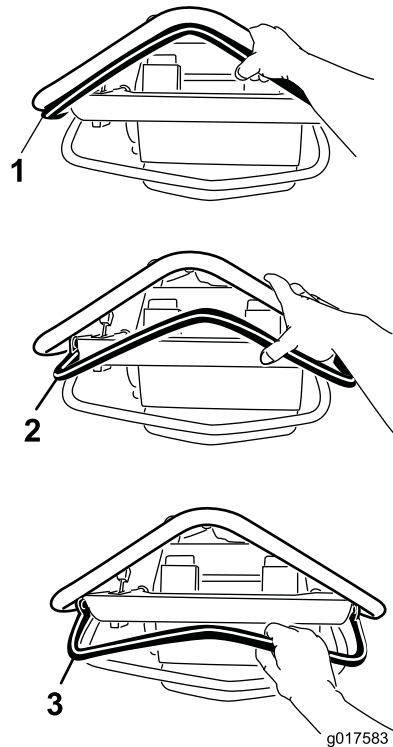

Рисунок 15
- Для движения вперед нажмите на рычаг управления вперед (Рисунок 15). Чем дальше вы переведете рычаг вперед, тем быстрее будет двигаться машина.
- Для движения назад передвиньте рычаг управления назад (Рисунок 15). Чем дальше
- Для остановки отпустите рычаг управления (Рисунок 15).